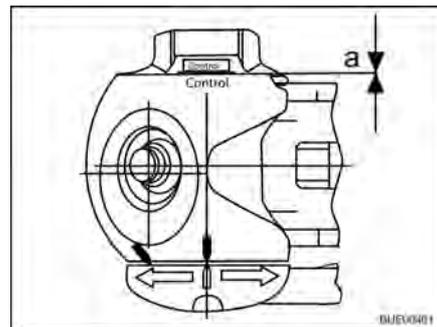

Fig. 194 Control de desgaste
- Distancia $a = 0$ (Fig. 194): Controlar los forros de fricción y cambiarlos si es necesario.